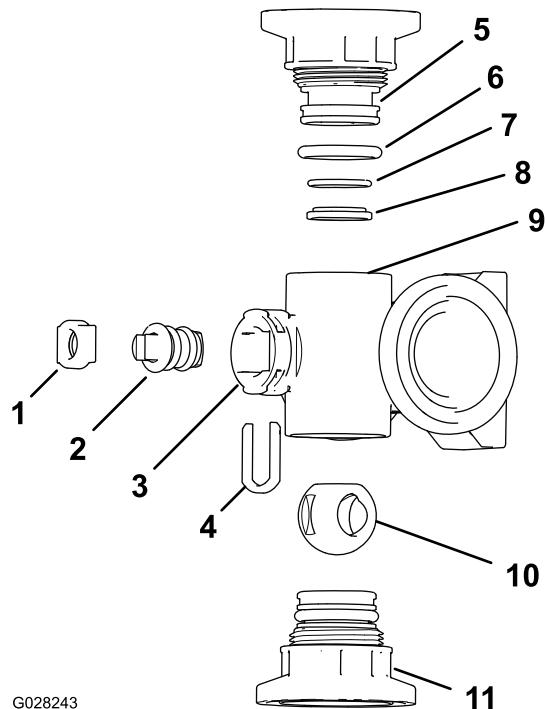

图140
2. 从歧管体的两端拆下 2 个端盖接头组件 图140 和 图 141。
1. 检查出口接头 O 形圈仅限喷洒臂段阀歧管、端盖 O 形圈、反向固定 O 形圈和球阀座是否损坏或磨损 图 140 和图 141。
3. 为气门芯涂抹润滑脂然后将其插入气门芯座 图 140 和图 141。
4. 将气门芯插入歧管并放好然后使用气门芯卡环固定气门芯和气门芯座 图 140 和图 141。
5. 确保反向固定 O 形圈和球阀座对齐并在端盖接头中放好 图 140 和图 141。
6. 将端盖接头总成安装到歧管体上直至端盖接头凸缘接触到歧管体 图 140 和图 141 然后再将端盖接头旋转 $1/81/4$ 圈。
4. 从歧管气门芯口的插槽中取下气门芯卡环 图 140 和图 141。
5. 从歧管中取下气门芯卡环和气门芯座 图 140 和图 141。
6. 将手伸入歧管体并取出气门芯组件 图 140 和图 141。